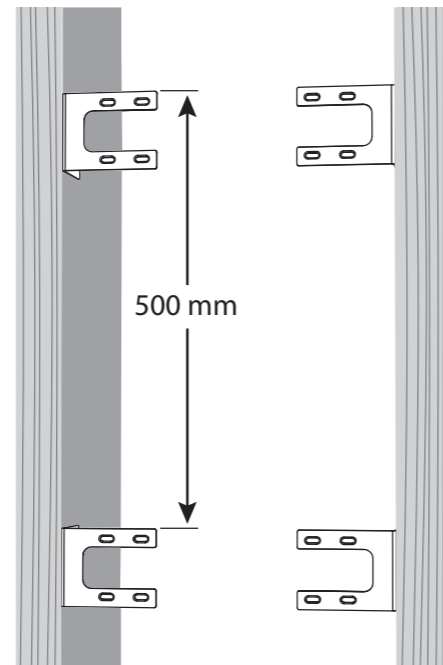

Fig. 1 Screw the back can brackets to the ceiling joists
2. Positionnez les supports comme illustré à la Fig. 1, en vous assurant que les faces inférieures des supports affleurent la face inférieure des solives de plafond. Fixez chaque support à la solive de plafond à l'aide de quatre vis par support.